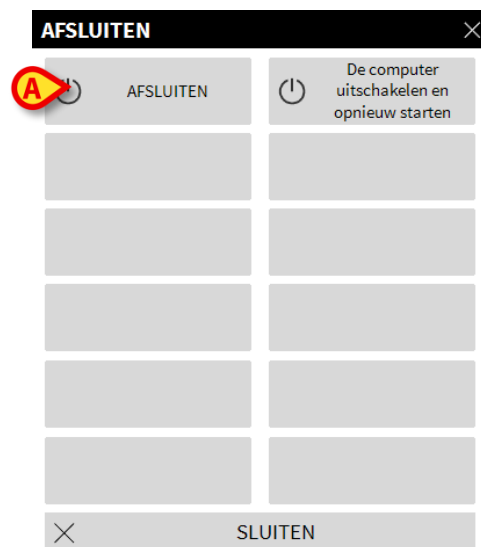

Fig 41
Er wordt een ander menu weergegeven (Fig 41).
- Klik opnieuw op **AFSLUITEN** in dit nieuwe menu (Fig 41 **A**).